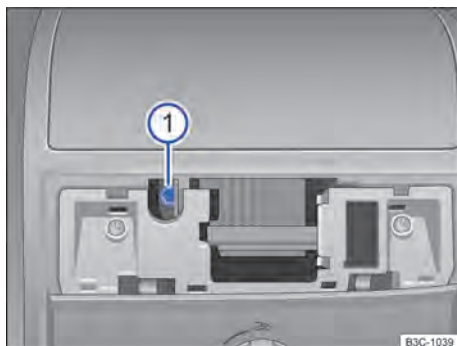

Fig. 226 Embaixo da cobertura no revestimento do teto: parafuso sextavado para fechar o teto solar.
- Encaixar uma chave sextavada comum ¹⁾ de tamanho de 4 mm no parafuso sextavado ⇒ Fig. 226 .